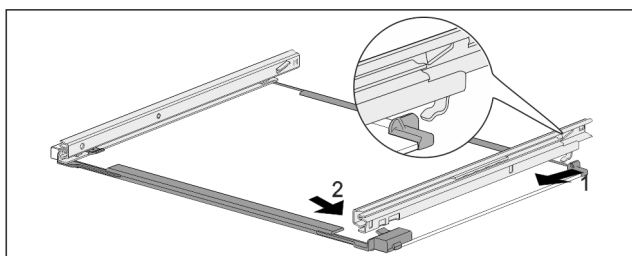

Fig. 191 Steklena plošča z vodili
- ▶ Vodilo obesite na kavelj na zadnji strani. Fig. 191 (1)
- ▶ Vodilo zaskočite na sprednji strani. Fig. 191 (2)